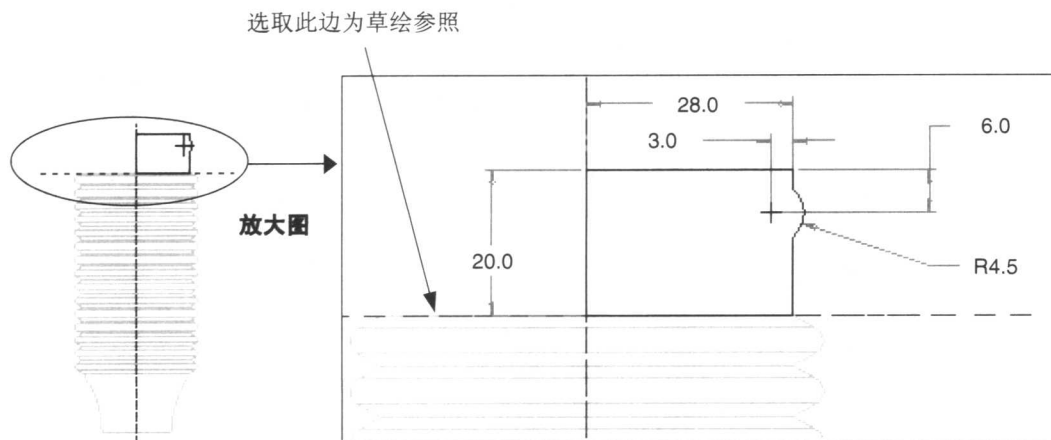

图 1.12 截面草图
(3) 创建特征截面。进入草绘环境后，选择下拉菜单**草绘(S)** \rightarrow **参照(R)**...命令，选取如图 1.12 所示的边线为草绘参照，然后绘制如图 1.12 所示的特征截面（要绘制中心线）。完成后，单击“草绘完成”按钮 \checkmark 。